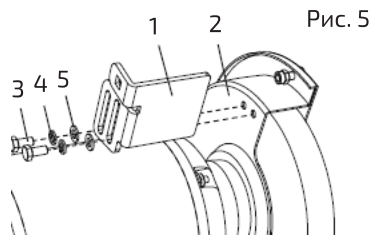

Рис. 5
1. Установить правый искрозащитный щиток (1) на правый защитный кожух шлифовального круга (2) (рис. 5).
2. Установить болты (3) в пружинные шайбы (4) и плоские шайбы (5) через правый искрозащитный щиток (1). Затянуть искрозащитный щиток на защитном кожухе шлифовального круга при помощи 8-миллиметрового гаечного ключа с открытым зевом.